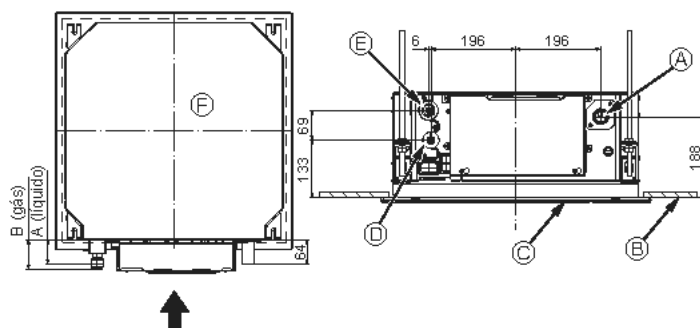

Fig. 5-7
5.4. Locais das tubagens de refrigerante e de drenagem (Fig.5-7)